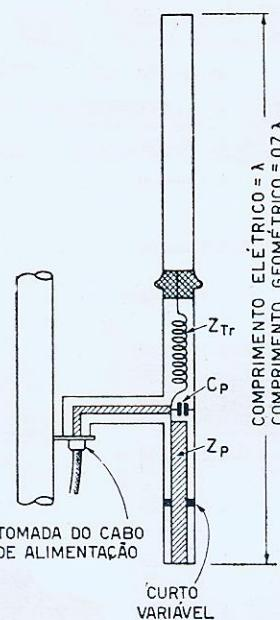

Figura 1
b) Casamento dentro dos elementos da antena: a figura 1 ilustra a antena Telefunken SE163 com o circuito de casamento dentro da própria antena. Esta antena tem eletricamente um (1) comprimento de onda, sendo o comprimento geométrico 0,7 λ devido à relação relativamente pequena entre comprimento e grossura. O ponto de alimentação localiza-se no centro do dipolo que tem os dois lados separados por um isolador. A alimentação é feita através de uma linha $\lambda/4$ com impedân-